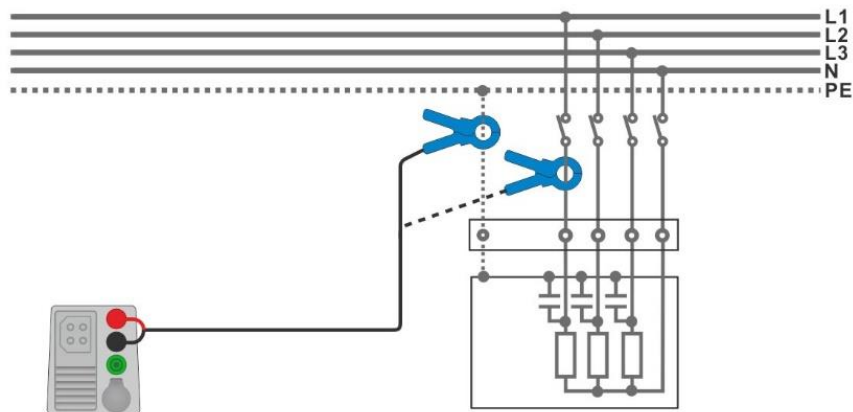

Fig. 4.87: PE läck- och belastningsströmsmätning
- › Anslut strömtången till objektet som skall testas, se **Fig 4.87**